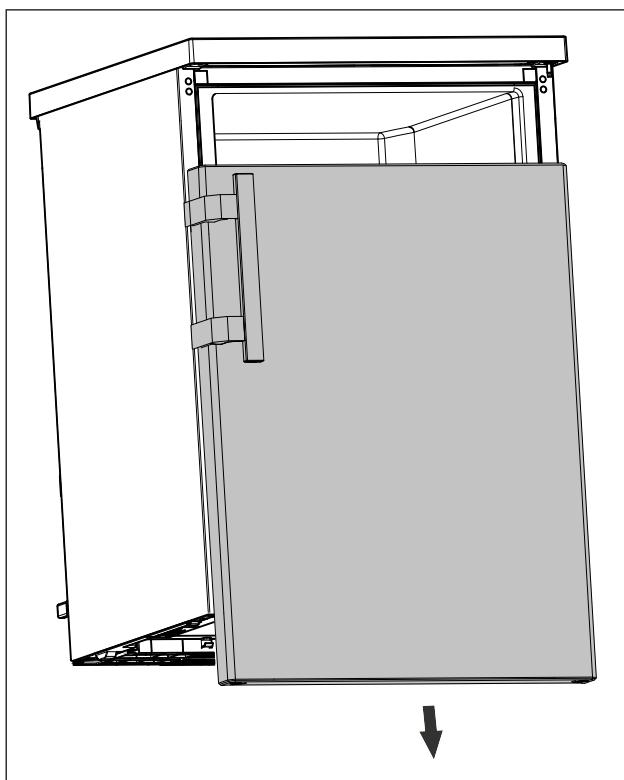

Fig. 17
- ▶ Снимите дверь движением вниз. (см. Fig. 17)